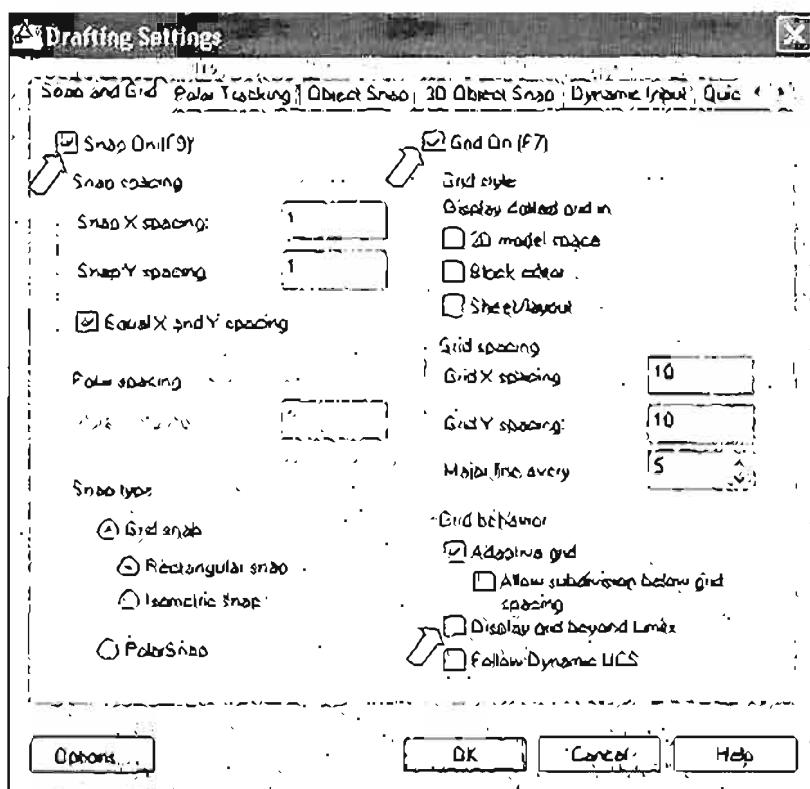

Рис. 1.34. Диалоговое окно настройки шага сетки и дискретного движения курсора
- Появится диалоговое окно Drafting Setting (Режимы рисования) (рис. 1.34).
- В поле **GRID** (Сетка) диалогового окна **Drafting Setting** (Режимы рисования) (см. рис. 1.34) найдите строку с текстом **GRID X spacing** (Шаг сетки по X). В окошке около него введите нужное значение шага сетки по оси X. Для этого подведите указатель курсора к этому окну, щелкните на нем левой кнопкой мыши до появления текстового маркера в виде латинской буквы **I**, а затем наберите на клавиатуре нужное число. Аналогично вводится шаг сетки по оси Y. По умолчанию предлагается шаг сетки 10 на 10 по каждой из осей.
Включение шаговой привязки **SNAP** и настройка ее параметров осуществляется на вкладке **Snap and Grid** (Шаг и сетка) диалогового окна режимов рисования **Drafting Setting** (Режимы рисования) (см. рис. 1.34). Шаговая привязка включается установкой флагка **Snap On**. В области **Snap spacing** задается шаг привязки по горизонтали и вертикали. Это осуществляется в текстовых полях **Snap X spacing** и **Snap Y spacing**: соответственно. Параметром **Equal X and Y spacing** устанавливается разный шаг по осям X и Y. В области **Polar spacing** задается шаг полярной привязки. Тип привязки устанавливается в области **Snap type**: **Grid snap** – шаговая привязка (Rectangular snap – ортогональная, Isometric snap – изометрическая), **Polar Snap** – полярная привязка.